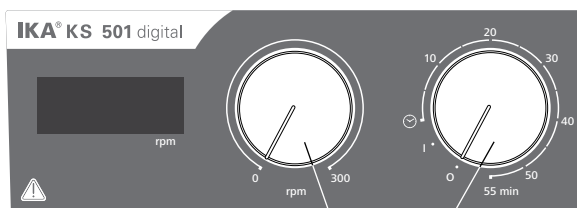

Fig. 3
- ☞ Per accendere l'apparecchio, ruotare la manopola **"On/Off"** e posizionare la manopola **"Timer"** (**B**, ved. **Fig. 3**) in senso orario sulla posizione **"1"**.
- ☞ Regolare il numero di giri del motore con la manopola **"Numero di giri"** (**C**, ved. **Fig. 3**). Il numero di giri del motore può essere impostato da 0 a 300 rpm.